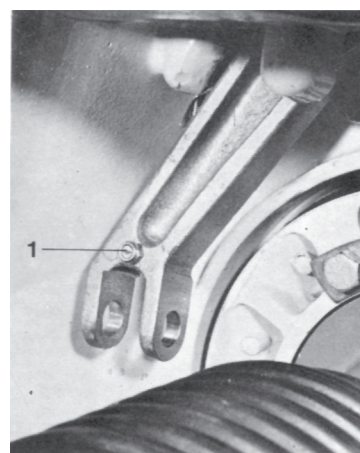

Fig. 50. Vajerns fäste i lyftgaffelns babordsben
5. Lossa vajern från lyftgaffeln (1 fig. 50).